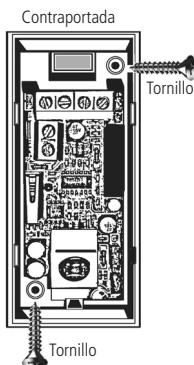

Figura 4
2. Asegure el sensor pasando el tornillo a través de los orificios ubicados en la cubierta trasera. (Figura 4).